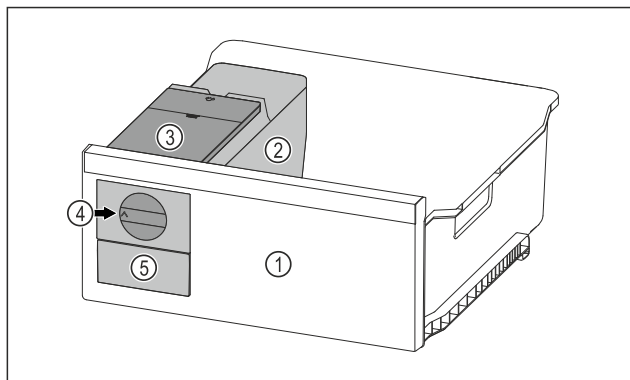

Fig. 70 Immagine a titolo di esempio
- Ruotare la manopola Fig. 70 (4) verso destra finché non si arresta.
► I cubetti di ghiaccio cadono dalla ciotola dei cubetti di ghiaccio nel cassetto dei cubetti di ghiaccio Fig. 70 (5). Se non tutti i cubetti di ghiaccio fuoriescono dalla ciotola dei cubetti di ghiaccio: